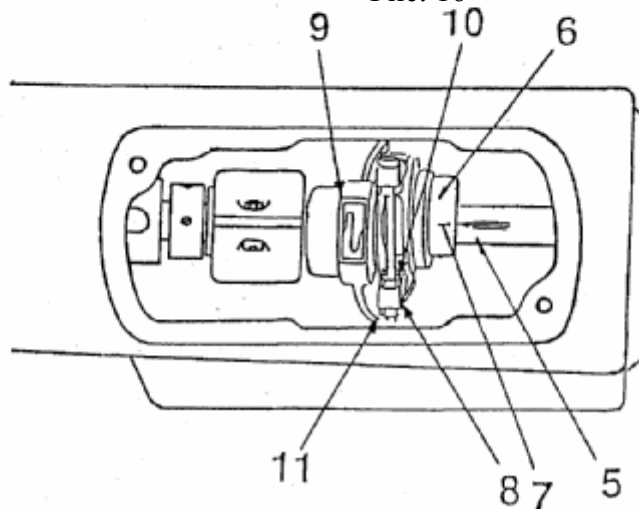

Рис. 17
Неправильный зазор между вилкой (4, Рис.17) вилочного соединения механизма подачи и кольцом вилки (5, Рис.17) вызовет неравномерную длину стежков, перегрев и т.д.
Чтобы отрегулировать зазор, откройте крышку (1, Рис.17)
2. Чтобы увеличить зазор, ослабьте винт (10, Рис.17) и поверните винт (11, Рис.17) влево (против часовой стрелки).